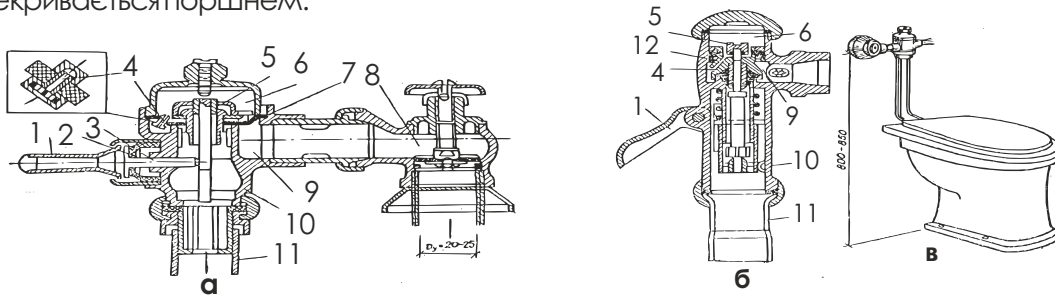

Рис. 47 - Напівавтоматичні змивні крани:
**Напівавтоматичні змивні крани** (рис. 47) працюють таким чином. При натисканні на важіль 1 пуску штовхач 3 пересувається вправо, і натискаючи на стержень допоміжного клапану 5, перекошує його, відкриваючи шлях воді із робочої камери 6 в відвідну трубу 11. Тиск в робочій камері 9, діючи на мембрану 7, піднімає її вгору, і вода починає поступати в відвідну трубу 11. Після зняття зусилля з важеля пуску 1 гумова манжета 2 повертає його в першо-початкове положення і допоміжний клапан 5 закривається. Робоча камера 6 починає повільно наповнюватись через канал 4 діаметром 0,2-0,5 мм. За мірою наповнення цієї камери мембрана 7 повільно опускається, перекриваючи потік води. Всі деталі змивного крану розташовані на корпусі 10. Регулюючий вентиль 8 встановлює робочий тиск перед краном і відключає його для ремонту та огляду.